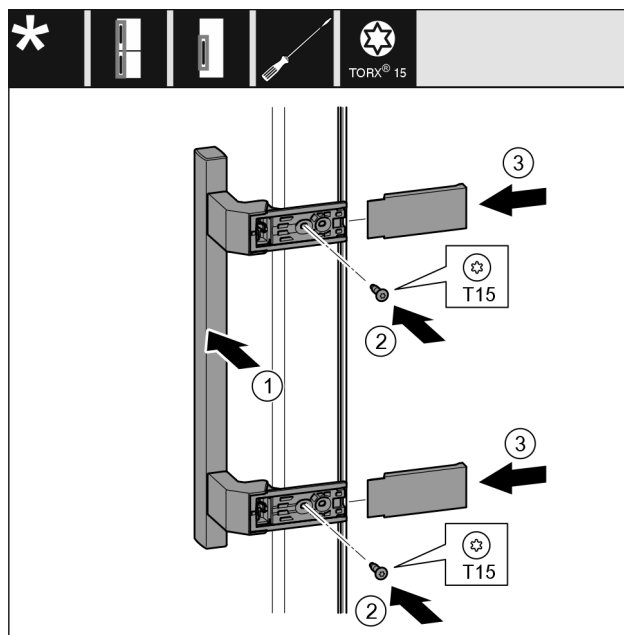

Fig. 22
- ▶ Установите ручку Fig. 22 (1) на противоположной стороне.
- ▶ Затяните винты Fig. 22 (2) отверткой.
- ▶ Установите крышки Fig. 22 (3) сбоку и надвиньте их.